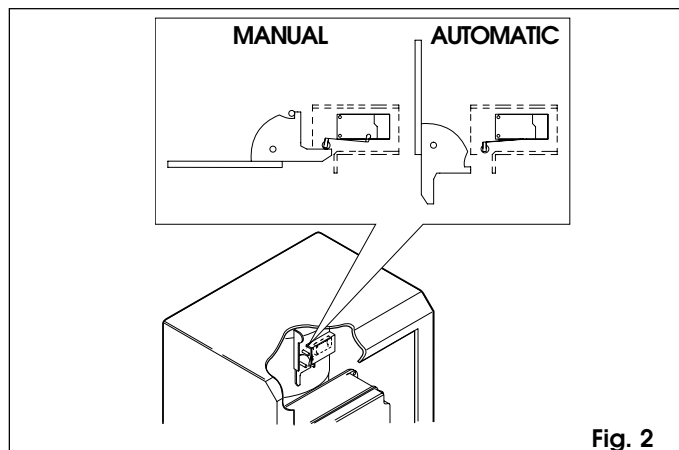

Fig. 2
- Микровыключатель безопасности предотвращает случайный запуск автоматической системы при появлении электропитания и случайной команде (7, рис. 2).
- Нажмите на рычаг разблокировки, как показано на рис. 2 (позиция «ручной»).
- Отодвиньте рычаг как показано на рис. 2 в механический стоп (позиция «автоматический»).